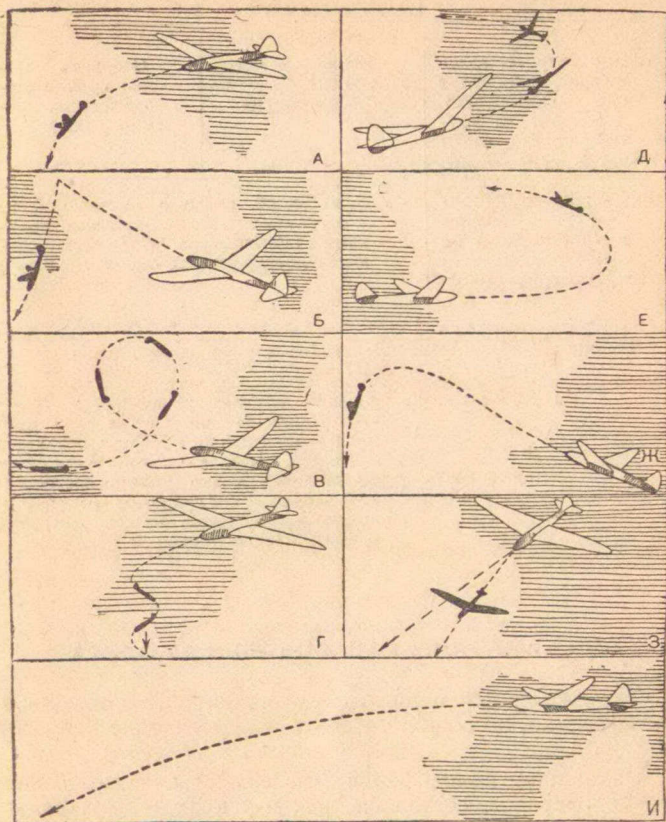

Рис. 39. Полеты бумажных моделей (к «Правилам регулировки»).
8. Модель круто опускается с креном и скольжением на левое (или правое) крыло (рис. 39, З).	а, б, в) То же, что и в случае № 5, но с отогнутыми книзу задними кромками стабилизатора. (Их надо отогнуть кверху во всех случаях а, б и в.)
На рис. 39, *И* показано правильное планирование модели.